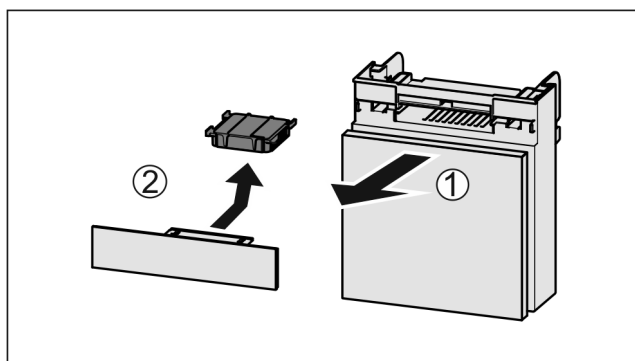

Fig. 143
- Extraire le compartiment par l'avant Fig. 143 (1).
- Sortir le filtre à charbon actif Fig. 143 (2).